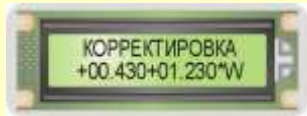

Рис. 4.2. Вид ЖКИ БУК при вводе коэффициентов корректировочного выражения
**4.6.1.** При нахождении влагомера в общем меню режима «Градуировка» (рис. 1.2) нажать на цифровой клавиатуре БУК кнопку «4», затем «Ввод», при этом на ЖКИ БУК откроется корректировочное выражение (рис. 4.2), мигающий курсор находится на первом слагаемом, он указывает разряд числа, который будет отредактирован при очередном нажатии цифровой кнопки.